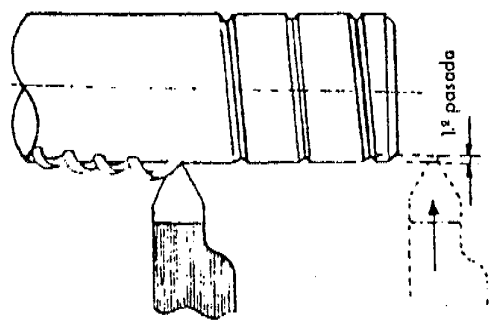

Figura 6 - 1ª pasada
- b. Coloque la profundidad de pasada recomendada (Figura 6).